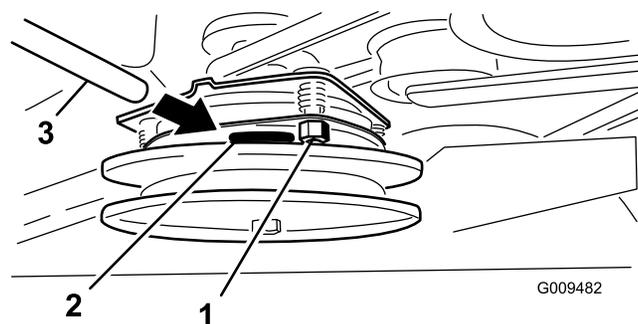

Bild 61
- Ziehen Sie die Sicherungsmuttern fest, bis die Fühlerlehre etwas fest sitzt, jedoch leicht bewegt werden kann (Bild 61).